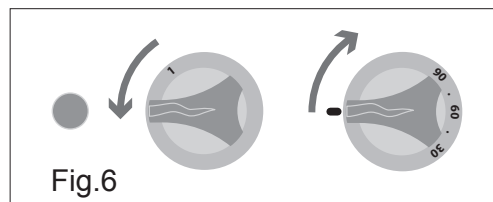

Fig.6
- Gire la llave de encendido hasta la posición "1". El indicador luminoso en verde señala la fase de funcionamiento (Fig. 6).
- Gire la llave termostato hasta la posición deseada para regular la temperatura de trabajo (Fig. 6).
Gire la llave del termostato a la posición "Cero" (Fig.6) para parar la producción de calor y apagar el aparato al final del ciclo de trabajo.